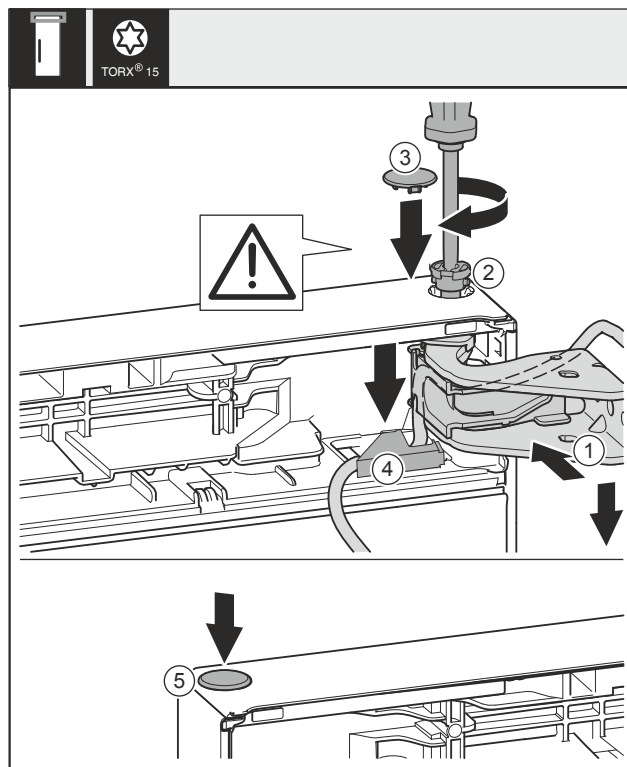

Fig. 30
- Deur boven naar de opening in het lagerbok Fig. 30 (1) uitlijnen.
- Bouten Fig. 30 (2) insteken en met een schroevendraaier vastschroeven.
- Beveiligingsafdekking voor de borging van de deur monteren: Beveiligingsafdekking Fig. 30 (3) plaatsen en controleren of deze tegen de deur ligt. Anders de bouten volledig insteken.
- Afdekking Fig. 30 (4) plaatsen en naar onderen drukken tot deze vergrendeld.
- Plug Fig. 30 (5) insteken.